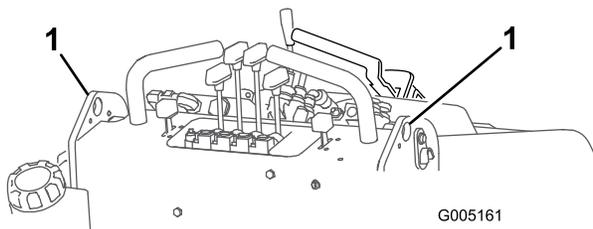

Figure 11
2. Soulevez le groupe de déplacement en vous aidant des deux points de levage (Figure 11) et placez-le sur une remorque.